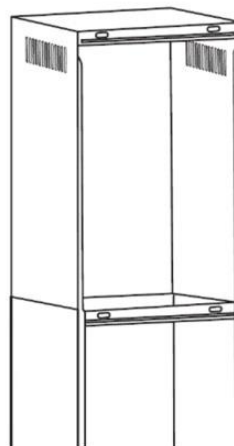

Fig. 1
20. För monteringen av den inre skorstenspanelen finns det två möjligheter: Hänga upp den yttre och inre skorstenspanelen i fästena (fig. 1).